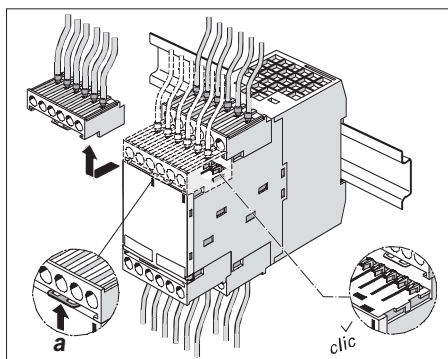

Fig. 2: retrait et encliquetage des bornes de raccord codées
► Pour retirer les bornes de raccord codées, décaler le ressort d'arrêt **a** et ôter la borne par l'avant (voir Fig. 2).